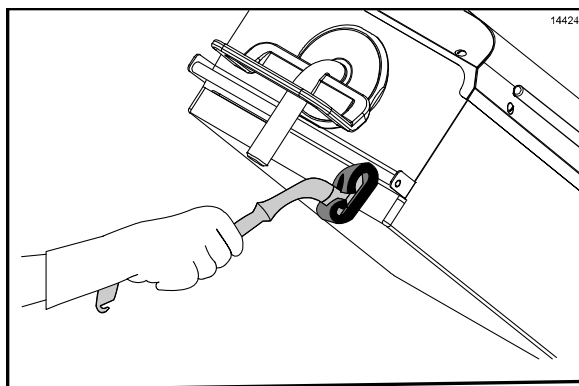

Figura 49
16. Aplique **McD Hi-Temp Grill Cleaner (HTGC)** no lado da frente dos platens, da direita para a esquerda. (Veja a Figura 49.)